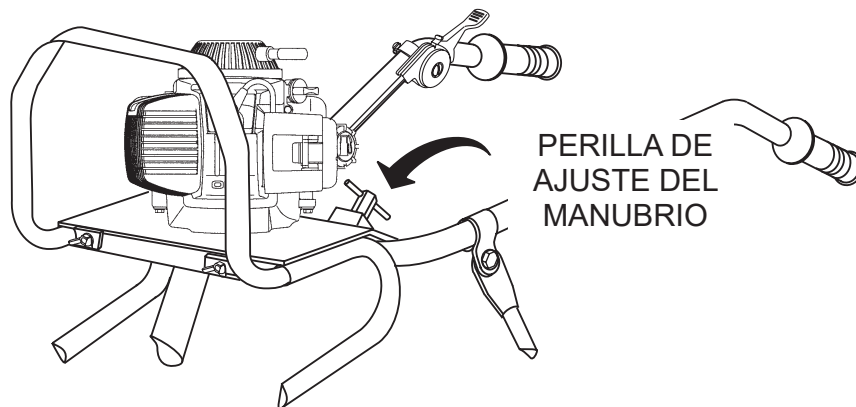

Figura 6. Perilla de ajuste del manubrio
9. Hay dos perillas de ajuste del manubrio (Figura 6) en la base del mismo. Suéltelas para ajustar la altura del manubrio en una posición de trabajo adecuada.